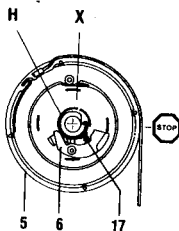

Fig. 7
- Et spesielt trekk ved denne serien balansetaljer er en mekanisme for blokkering av tilbakespolingen av kabelen. Dette gjør det mulig å arbeide uten spenning, for eksempel inne i en bil (Fig. 7).
- Uma função exclusiva desta série de equilibradores é um mecanismo que bloqueia a rebobinagem do cabo; isto torna possível trabalhar sem tensão no cabo, por exemplo, dentro de um carro (Fig 7).